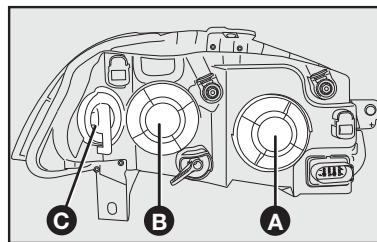

fig. 36
- 1) girar la tapa **A-fig. 36** (para sustituir la lámpara de luz baja) o la tapa **B-fig. 36** (para sustituir la lámpara de luz alta) en sentido antihorario y quitarla;
6) recolocar la tapa **A-fig. 36** o **B-fig. 36**, girándola en sentido horario.
- 1) girar la tapa **C-fig. 36** en sentido antihorario y quitarla;
- 3) sustituir la lámpara y recolocar la tapa **C-fig. 36**, girándola en sentido antihorario.
- 1) girar la tapa **B-fig. 36** en sentido antihorario y quitarla;
- 5) recolocar la tapa **B-fig. 36**, girándola en sentido antihorario.